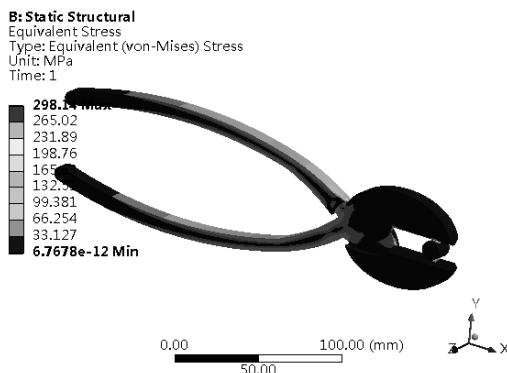

图 13-38 应力分布云图
Step5：同样的操作方法，查看应力分布云图，如图 13-38 所示。